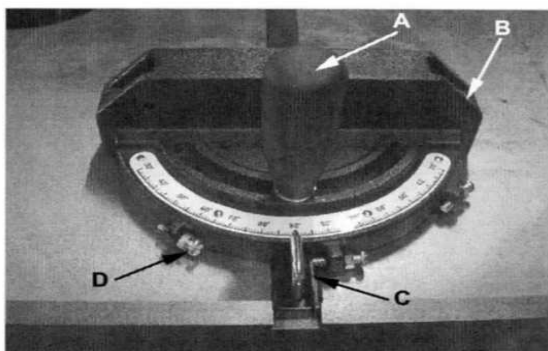

Рис. 12
1. Чтобы воспользоваться шкалой, ослабьте стопорную ручку (А, Рис. 12) и поверните корпус угломера (В, Рис. 12) под желаемым углом. Чтобы перемещать угломер за ограничители указателей шкалы до 45° или 90°, поставьте в нижнее положение планку(С, Рис. 12).
2. Отрегулируйте ограничители, поворачивая один из трех регулировочных винтов (D, Рис. 12).